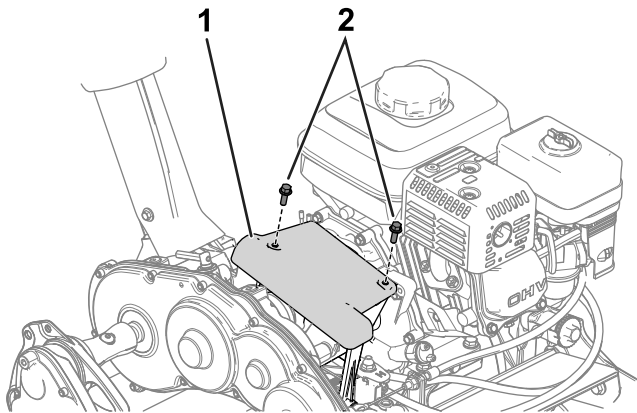

Figure 33
1. Déposez le couvercle d'embrayage pour accéder au disque de friction et au plateau de pression (Figure 33).